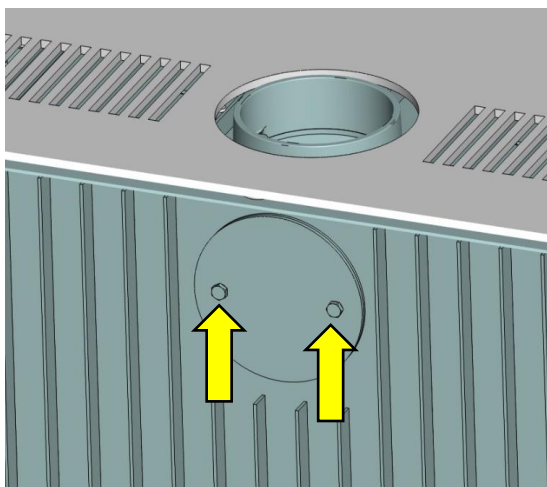

Abb. 12: Blinddeckel für Wechselstutzen
1. Mit einem Metallsägeblatt die Stege der Blende auf der Rückseite des Ofens durchtrennen (Abb. 12).
2. Schrauben und Muttern des dahinterliegenden Blinddeckels entfernen (Abb. 12) und diesen abnehmen.